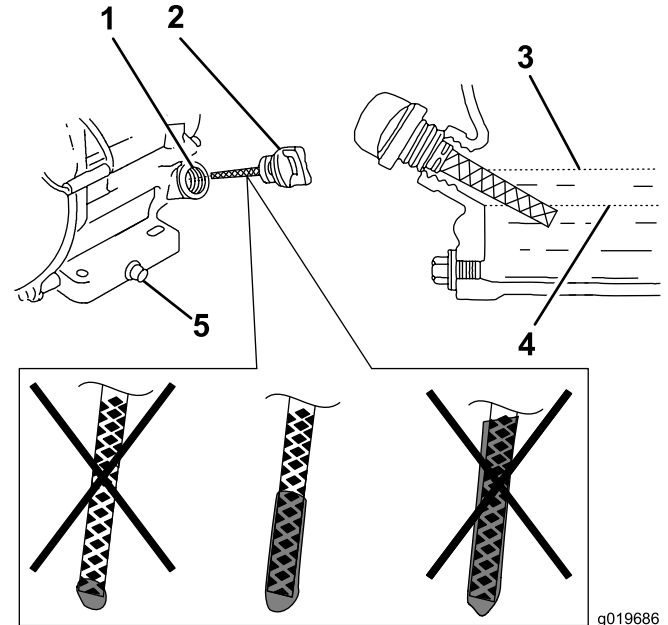

Figure 6
3. Nettoyez la surface autour du bouchon de remplissage-jauge de niveau d'huile (Figure 6).
4. Dévissez le bouchon de remplissage-jauge de niveau d'huile (Figure 6) et retirez-le.
Remarque: Si le niveau d'huile est près ou en dessous du repère inférieur sur la jauge, ajoutez juste assez de l'huile spécifiée pour faire monter le niveau jusqu'au repère supérieur (base de l'orifice de remplissage); voir Figure 6.
7. Contrôlez le niveau d'huile (Figure 6).
8. Remettez en place le bouchon de remplissage-jauge de niveau d'huile et essuyez l'huile éventuellement répandue (Figure 6).